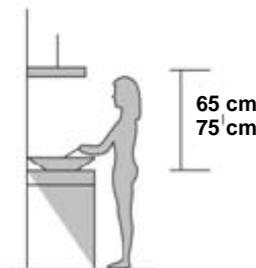

Abb. 1
2. Die Abzugshaube sollte für eine optimale Leistung 65-75 cm über der Kochfläche aufgehängt werden. Siehe Abb. 1